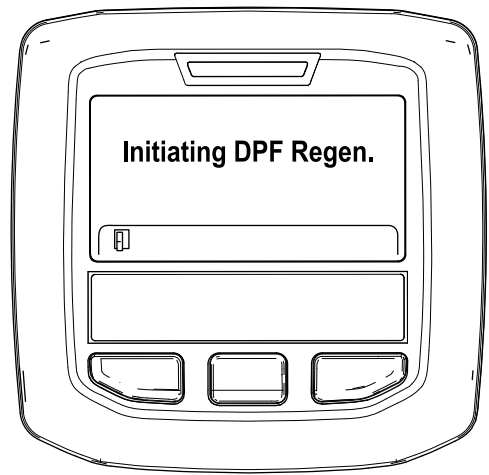

Figura 36
- A. Surge a mensagem "Initiating DPF Regen. (A iniciar Regen. DPF.) (Figura 36).